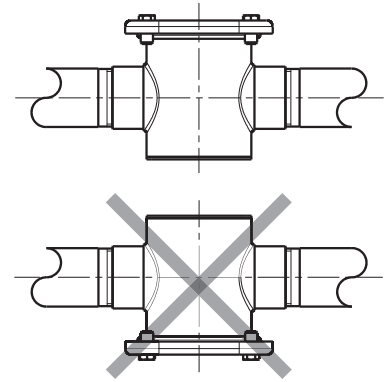

fig. 1
- La válvula se puede instalar en posición horizontal (Fig. 1) con la tapa de cierre hacia arriba, inclinada con un máximo de 90°, nunca con la tapa hacia abajo.